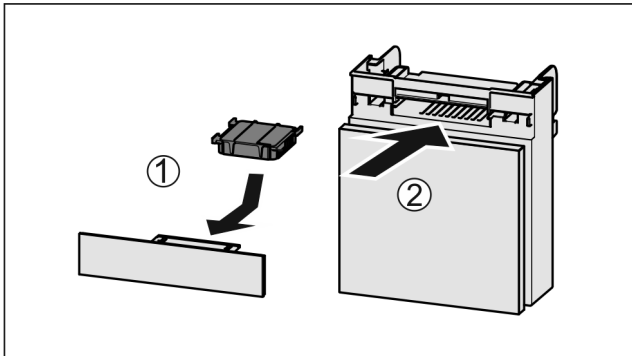

Fig. 120
- ▶ Sett inn Fig. 120 (1) aktivkullfilteret etter figuren.
- ▶ Skyv inn Fig. 120 (2) hyllen.